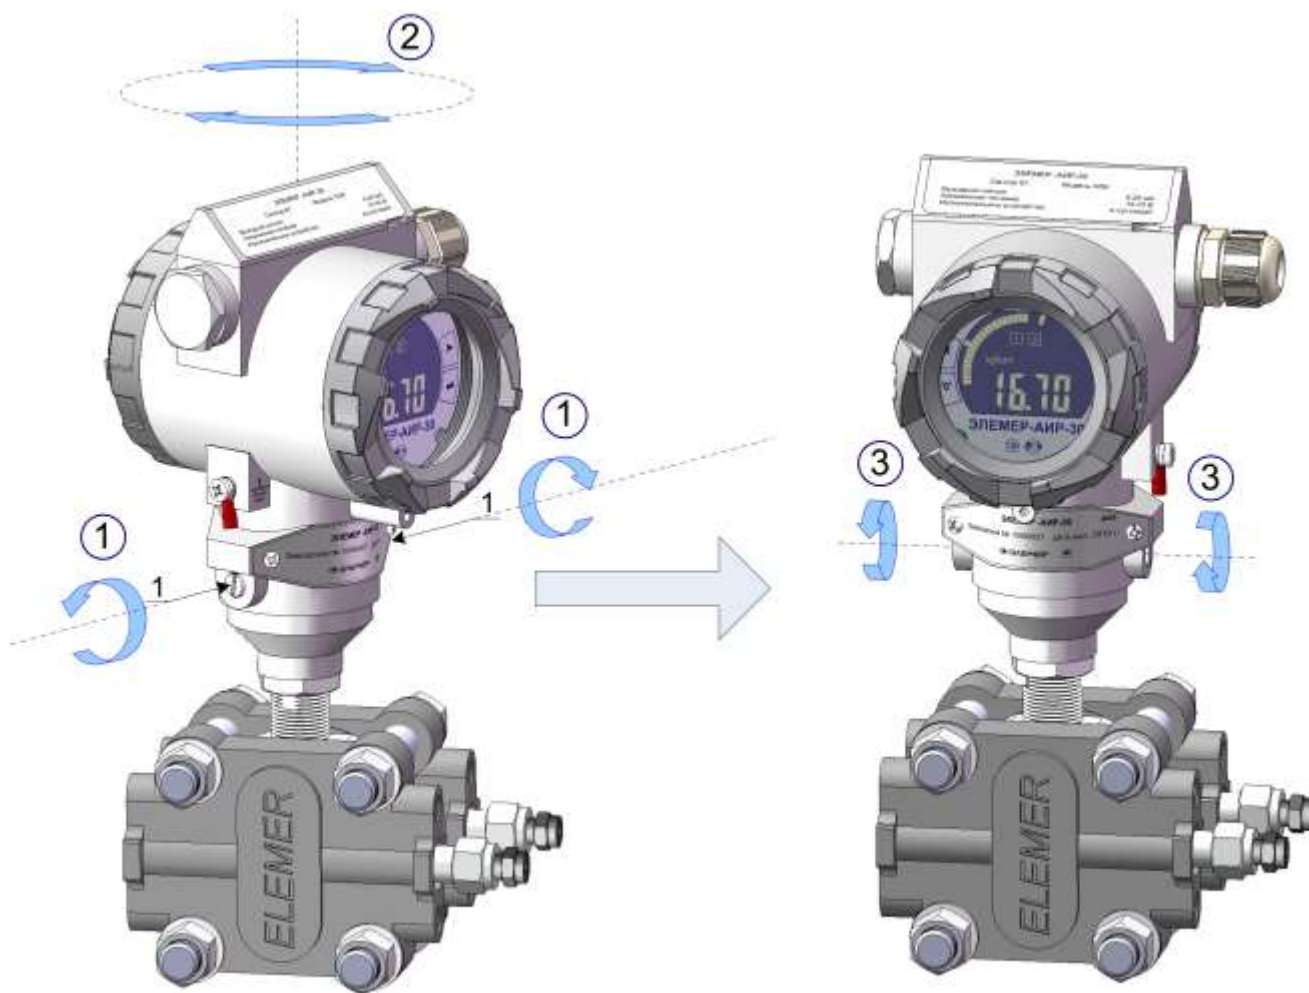

Рисунок 2.7
- ослабить стопорные винты 1 (см. рисунок 2.7) в направлении стрелок 1;
- повернуть корпус электронного блока вокруг вертикальной оси на требуемый угол (стрелки 2) в пределах  $\pm 135^\circ$  (см. рисунок 2.7);